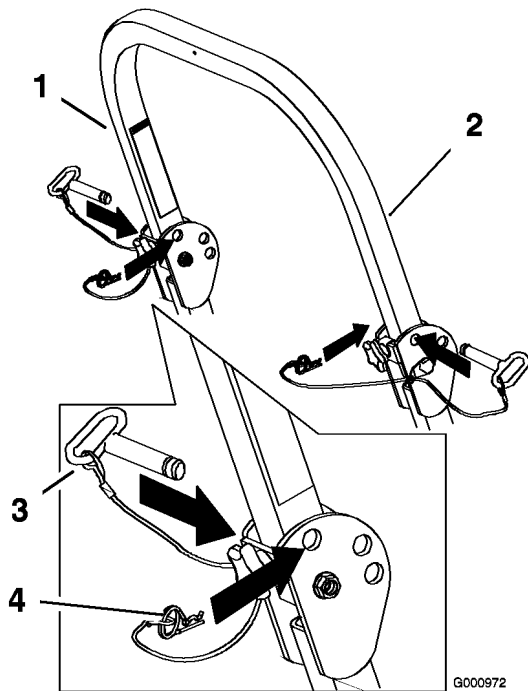

Figura 8
2. Retire los pasadores de horquilla y retire los dos pasadores (Figura 8).
4. Instale los dos pasadores y fíjelos con los pasadores de horquilla (Figura 8).
5. Para elevar la barra anti-vuelco, retire los pasadores de horquilla y retire los dos pasadores (Figura 8).
6. Eleve la barra anti-vuelco a la posición vertical, instale los dos pasadores y fíjelos con los pasadores de horquilla (Figura 8).